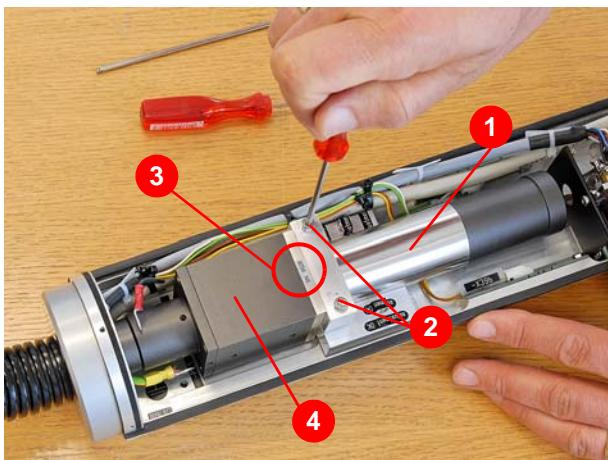

Abbildung 8.68 Austrittseinheit montieren
57. Auskoppeleinheit (1) (Abbildung 8.68) mit beiden Befestigungsschrauben (2) montieren.